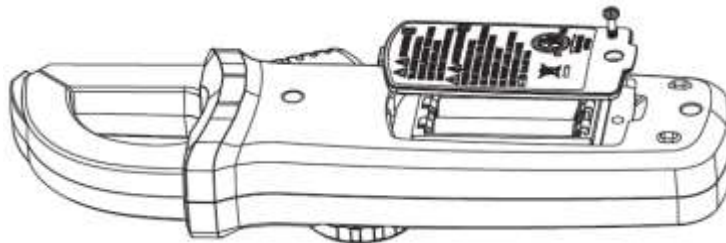

Fig. 7
**2) Înlocuirea bateriei (vezi fig. 7)**